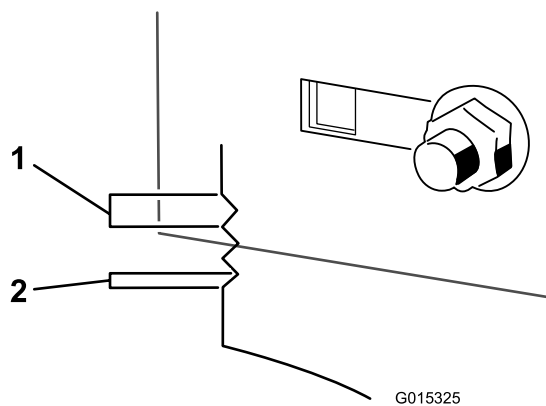

Figura 53
9. Utilizzate le tacche sulla staffa saldata per prendere le misure delle regolazioni. La superficie di ciascuna tacca corrisponde a 6 mm, mentre un singolo lato corrisponde a 3,2 mm (Figura 53). Regolate l'altezza del piatto di taglio sul valore desiderato.